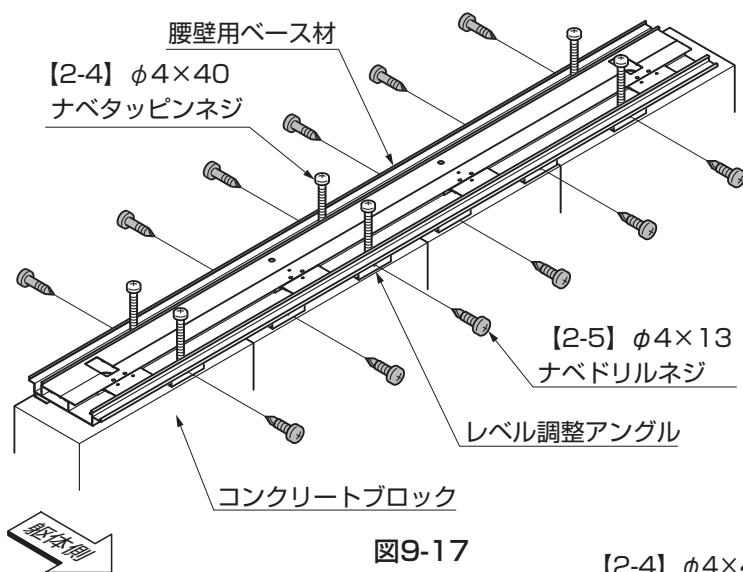
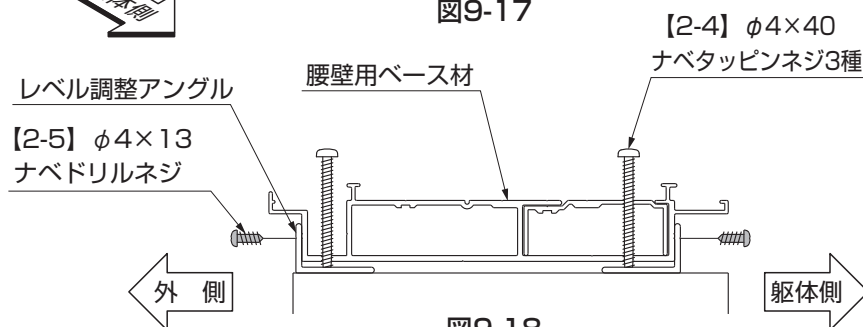

図9-17
図9-18
- ①腰壁用ベース材をレベル調整アングルに【2-5】で取付けてください。（図9-17、図9-18参照）